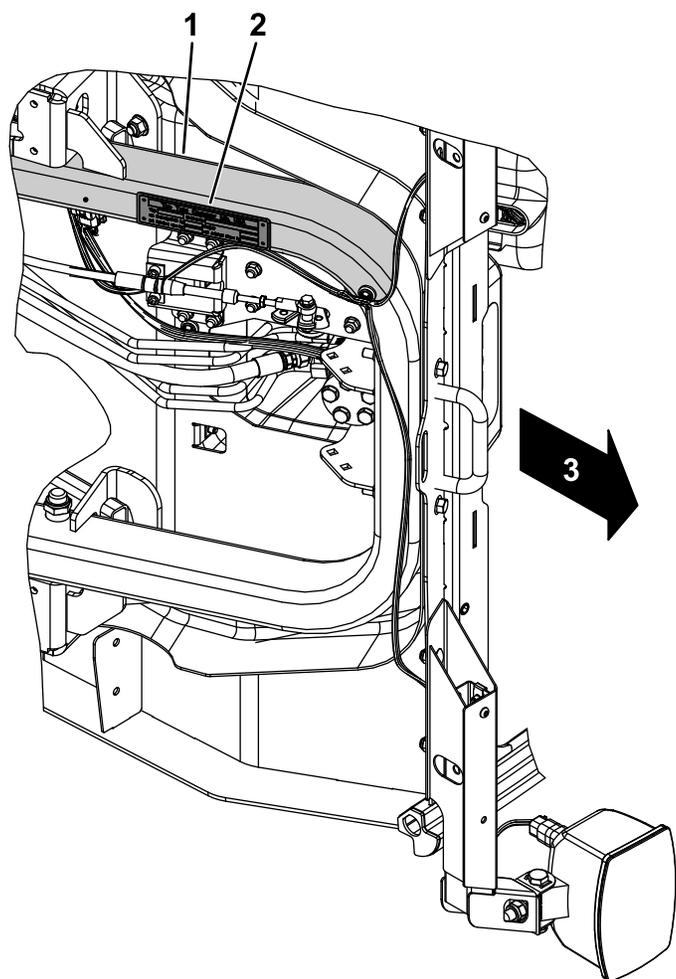

Figura 43
3. Limpie la parte inferior del bastidor y la placa del número de serie con una toallita impregnada con alcohol (Figura 43).